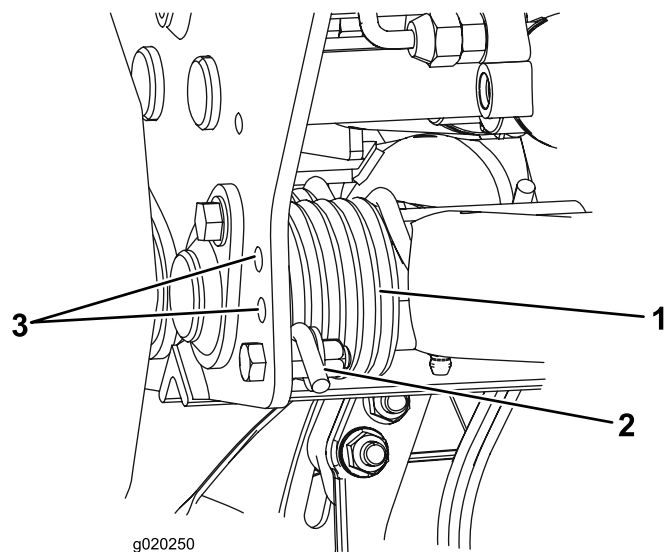

Figura 34
2. Coloque un tubo u otro objeto similar sobre el extremo largo del muelle para aliviar la tensión durante el ajuste (Figura 34).
3. Para aliviar la tensión del muelle, retire el perno y la contratuerca que sujetan el actuador del muelle al soporte (Figura 34).